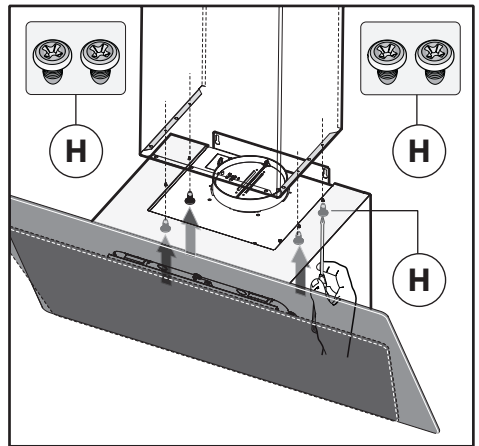

Fig.9B
- Fixer la cheminée décorative inférieure à la hotte en utilisant les 4 vis **H** fournies (fig 9B), vis à positionner dans la partie haute inférieure de la hotte.